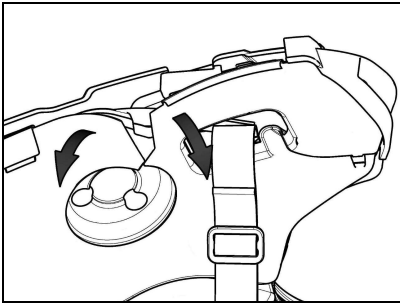

Abb. 6
- Entfernen Sie den Plastiküberzug (Abb. 6)